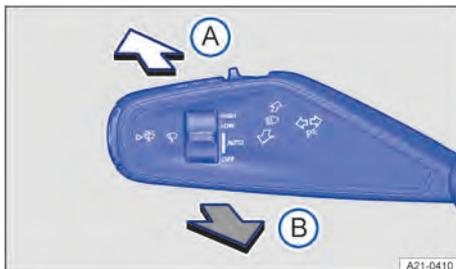

Fig. 79 Na coluna de direção à esquerda: alavanca dos indicadores de direção e do farol alto e alavanca dos limpadores dos vidros.
2. Empurrar a alavanca para frente a partir da posição central → Fig. 79.
1. Puxar a alavanca para trás a partir da posição central → Fig. 79.
1. Puxar e segurar a alavanca para trás a partir da posição central → Fig. 79.